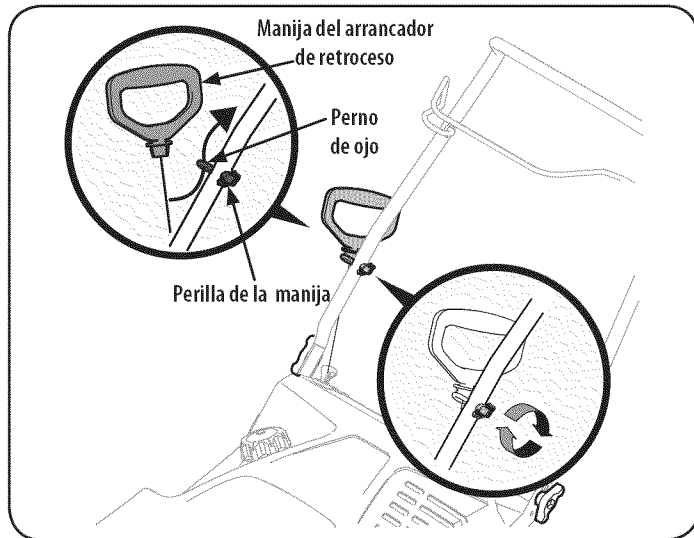

Figura 6
2. Coloque el perno de ojo y la perilla de la manija en la manija superior como se indica en la Figura 6. No ajuste completamente los herrajes hasta que se le indique que lo haga.
4. Deslice la cuerda del arracador de retroceso dentro del perno de ojo desde la parte posterior de la máquina quitanieve. Vea la Figura 6.